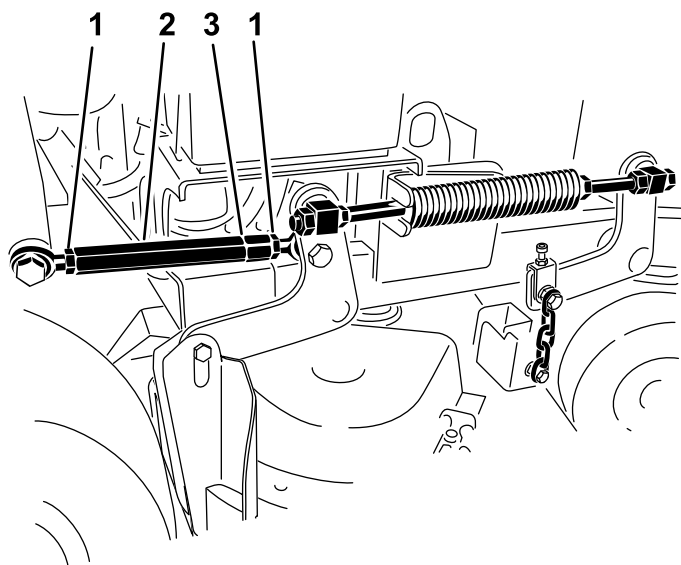

Figura 83
- Desaperte as porcas de bloqueio que estão em ambas as extremidades do tensor (Figura 83).
- Nota:** A extremidade do tensor com a ranhura maquinada tem rosca esquerda (Figura 83).